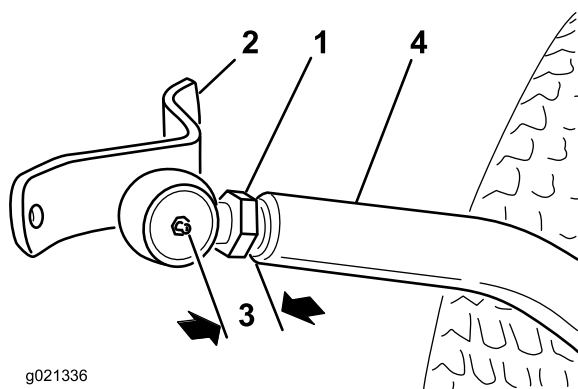

Figura 5
1. Aperte a porca de retenção completamente na rótula esférica direita (Figura 5).